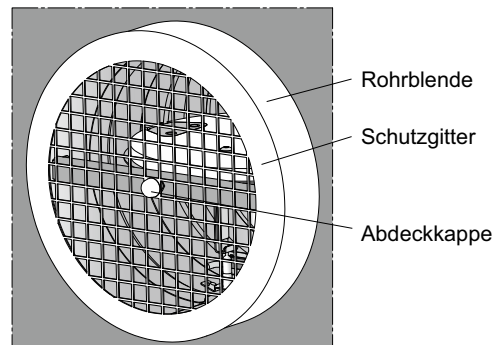

Abb. 4
- ein- oder beidseitig mit Anschlussstutzen, Rohrblenden und Schutzgitter (Abb. 4)
Sind Schutzgitter vorhanden, ist zuvor das an der Auslöserseite zu demontieren. Hierzu sind die Abdeckkappe (Abb. 4) und die darunterliegende Befestigungsschraube zu entfernen. Lüftungsleitungen an der Auslöserseite sind nach Bedarf zu öffnen oder gegebenenfalls zu demontieren.